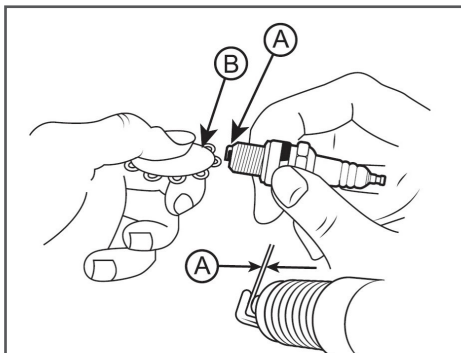

Рис. 23 Обслуживание свечи зажигания
4. Измерьте зазор А между электродами свечи зажигания специальным щупом В (Рис. 23). Зазор должен быть 0,7-0,8 мм (Рис. 23). При увеличении